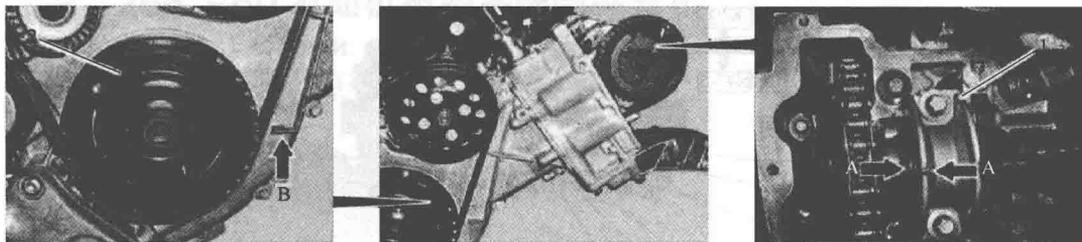

图 1-3 检查凸轮轴位置图示
- ① 拆下汽缸盖外罩。
- ② 用举升台升起车辆。
- ③ 将 1 号汽缸的活塞定位于点火上止点，皮带滑轮 2 上的上止点标记必须与正时齿轮室盖罩的定位缘（箭头 B）对齐。在皮带滑轮 2 处转动发动机。
- ④ 检查凸轮轴的基本位置，在 1 号汽缸的点火上止点，凸轮轴和凸轮轴轴承盖 1 上的标记（箭头 A）中央必须互相对正。如有必要，应设置凸轮轴的基本位置。
⑤ 按照拆卸的相反顺序进行安装。以上操作涉及部件及位置见图 1-3。